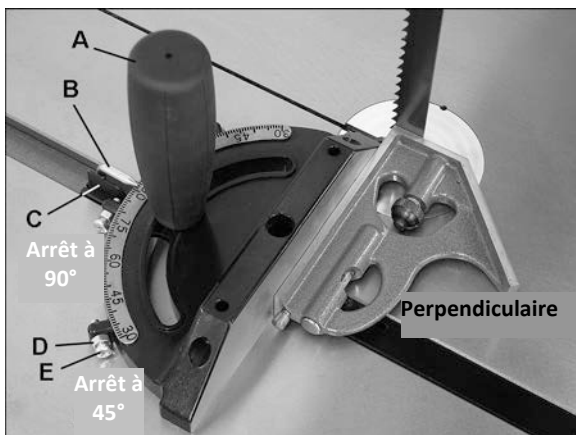

Fig 22
La jauge à onglets possède des butées fixes à 90° et 45° : si les butées nécessitent un réglage, desserrez les contre-écrous (D, Fig 22) et réglez les vis d'arrêt (E).